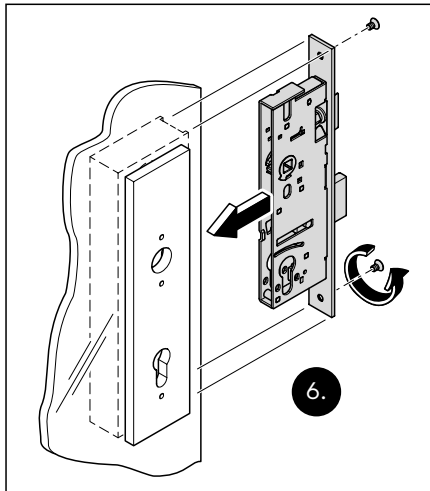

Abb. 24 Den Schlosseinsatz in die Schlosstasche schieben und fixieren
- Den Schlosseinsatz in die Schlosstasche schieben und fixieren (Abb. 24).